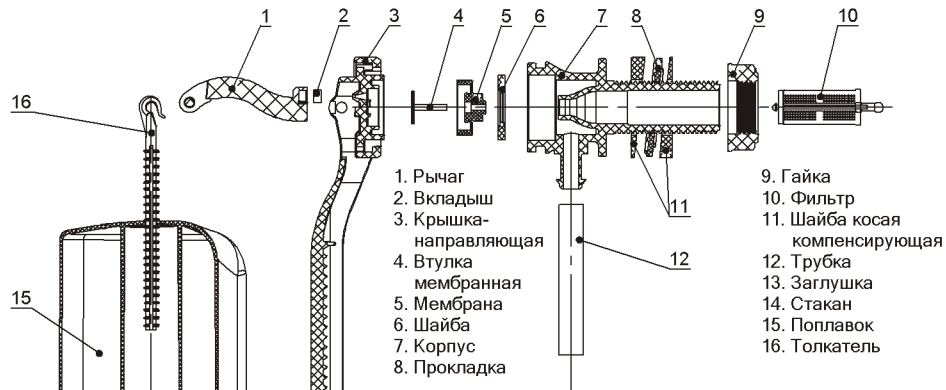

Рис. 1 - Клапан впуска
При затягивании гайки 9 (рис.1) не превышайте максимально допустимый момент 3 Нм.
2. Уровень воды в бачке (соответствующий верхней плоскости стакана 14) регулируется перемещением данного стакана по крышке-направляющей 3 (см. рис.1). Минимальное расстояние от отверстия в боковой стенке бачка до уровня воды 45 мм.
1. Клапан впуска (рис.1 на обороте)